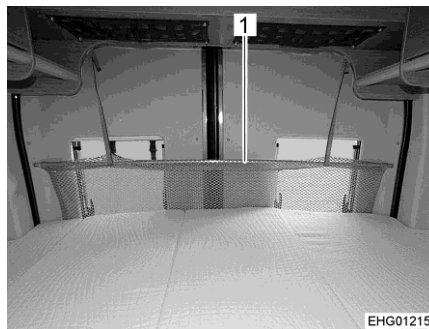

Fig. 58 Protección contra caídas (cama trasera longitudinal)
- ▷ Las ventanas de las puertas traseras están equipadas con una protección contra caídas (Fig. 58,1).